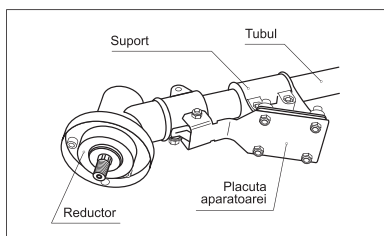

fig. 3
2. Montați apărătoarea pe tub așezând-o între suport și plăcuța apărătoarei și fixați-o cu cele patru șuruburi (fig. 3).